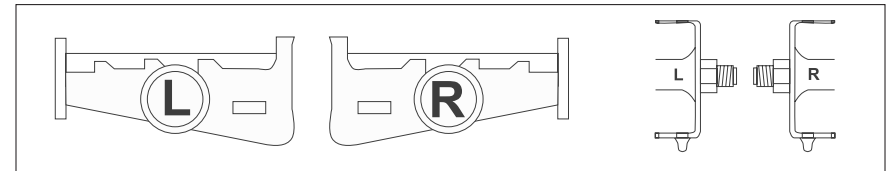

Fig. 6
Étape 5 : Installation des pédales (voir Fig. 6)